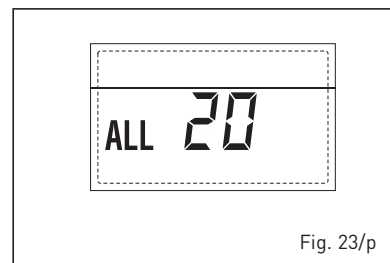

Fig. 23/p
**- ANOMALIA AVARIA SONDA IMPULSÃO PRIMEIRA ZONA MISTURADA "ALL 21" (fig. 23/q)**